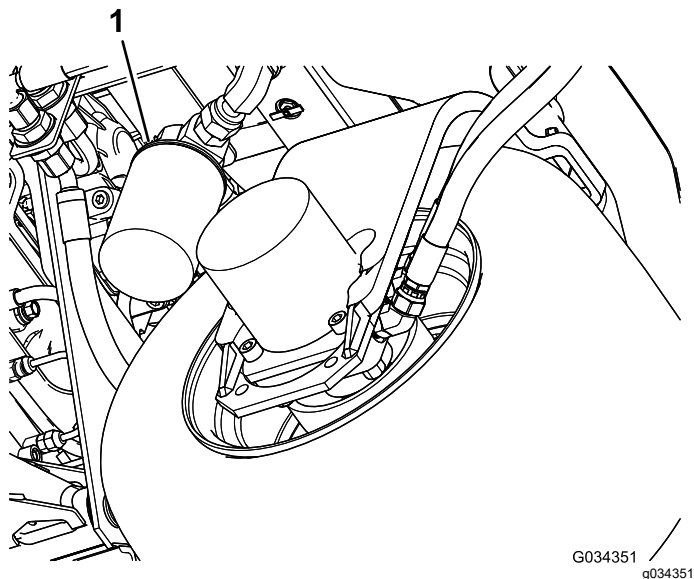

図 96
2. フィルタ取り付け部の周辺をウェスできれいにぬぐう。フィルタ図 96の下に廃油受けを置いてフィルタを外す。